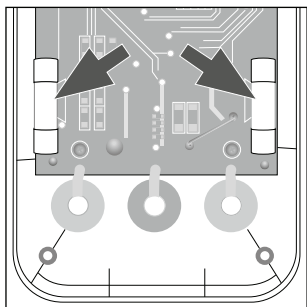

Abb. 6
- ◆ Tauschen Sie die defekte Sicherung F1 (F 250 mA/300 V) oder F2 (F 10 A/300 V) gegen eine neue Sicherung gleichen Typs aus (siehe Abb. 6).